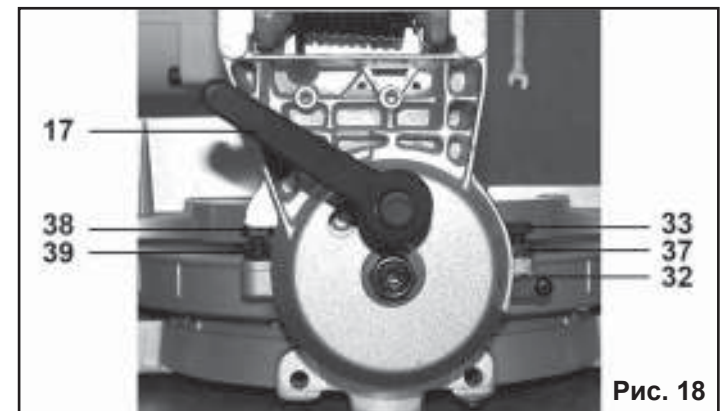

Рис. 18
13.5. Установка угла наклона 0° (Рис. 18)
13.6. Установка угла наклона 45°, (Рис. 18)